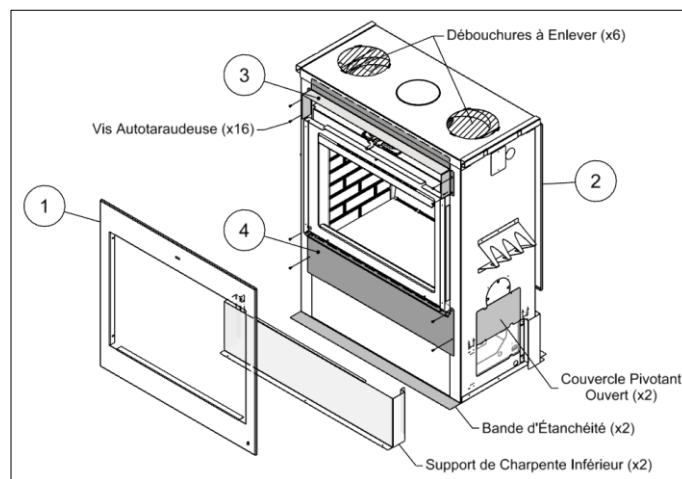

Figure 3-9 : Façade Contemporaine
La façade contemporaine ne comprend pas de persiennes; cependant, il est nécessaire de mettre des entrées d'air dans l'enceinte et des conduits gravitaires comme sorties d'air pour l'installation de cette configuration. Les instructions ci-dessous détaillent l'installation de la façade contemporaine. Voir la Figure 3-9 et le Tableau 3-4 pour suivre les instructions ci-dessous. Voir la Section 3.5 pour les instructions d'installation des sorties d'air chaud par gravité.
5. Installer les deux Couvercles Pivotants sur les côtés (bas) de l'appareil en position **ouverte** (Figure 3-9).
6. Enlever les débouchures de 8 po situées sur le dessus du caisson extérieur (2X), du caisson intérieur (2X) ainsi que du bouclier intérieur (2X) de l'appareil à l'aide d'un tournevis à tête plate (Figure 3-9).
- Les deux couvercles pivotants (en bas sur chaque côté du foyer) doivent être fixés en position ouverte pour toute installation de Façade Contemporaine (voir la Figure 3-9).